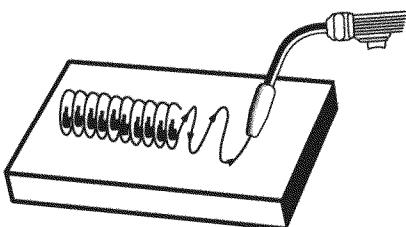

Figura 13. Cordón tejido
2. EL CORDÓN TEJIDO (Figura 13) se usa cuando se quiere depositar metal sobre un espacio más amplio que el que sería posible cubrir con el cordón de refuerzo. Se hace deslizando la pistola de un costado a otro al avanzar. Es mejor detenerse en el extremo de cada lado antes de regresar hacia el otro extremo.